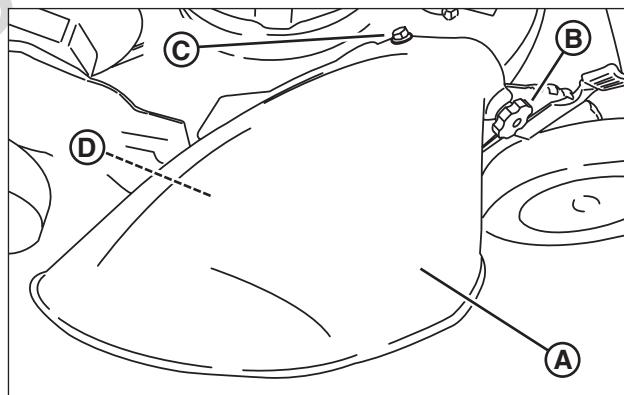

Figura 9: Instalación del deflector de descarga
2. Instale el deflector (**A**, Figura 9) en la cubierta en lugar de la cubierta de mantillo, y asegúrese de lo siguiente: